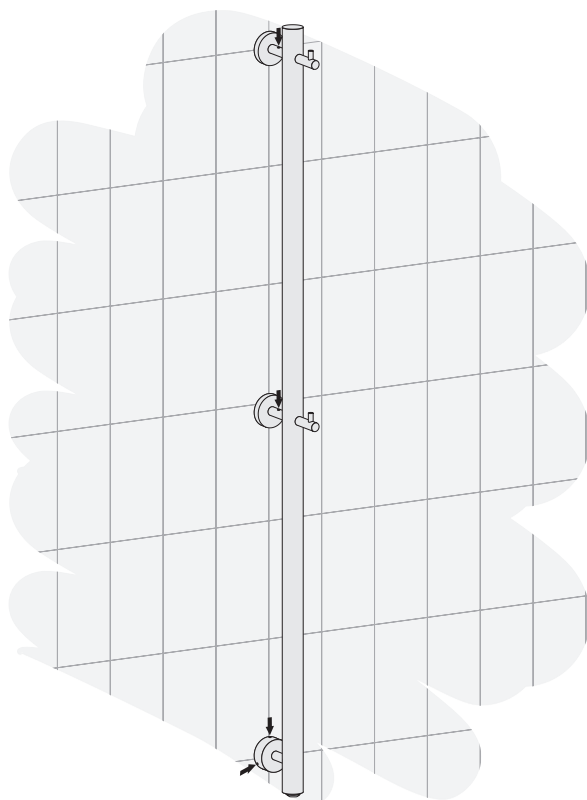

Рис.13
4.2.8. Прижать до упора весь полотенцесушитель к стене и с усилием зафиксировать стопорные винты в кронштейнах (рис. 13).